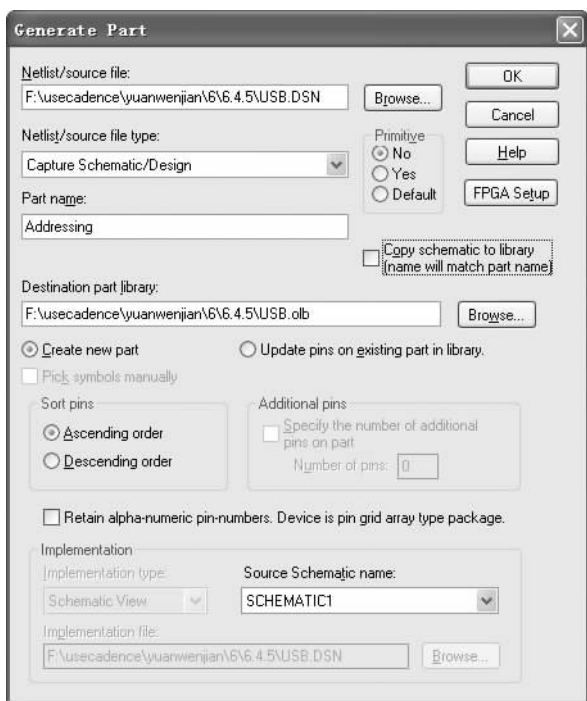

图 6-260 “Generate Part（生成图表符元件）”对话框
1) 打开项目管理器窗口，选中图样文件“Addressing”，选择菜单栏中的“Tools（工具）”→“Generate Part（生成图表符元件）”命令，弹出如图 6-260 所示的“Generate Part（生成图表符元件）”对话框，在“Part name（元件名称）”文本框中输入层次块名称 Addressing，其余选项选择默认，单击 按钮，完成层次块设置。